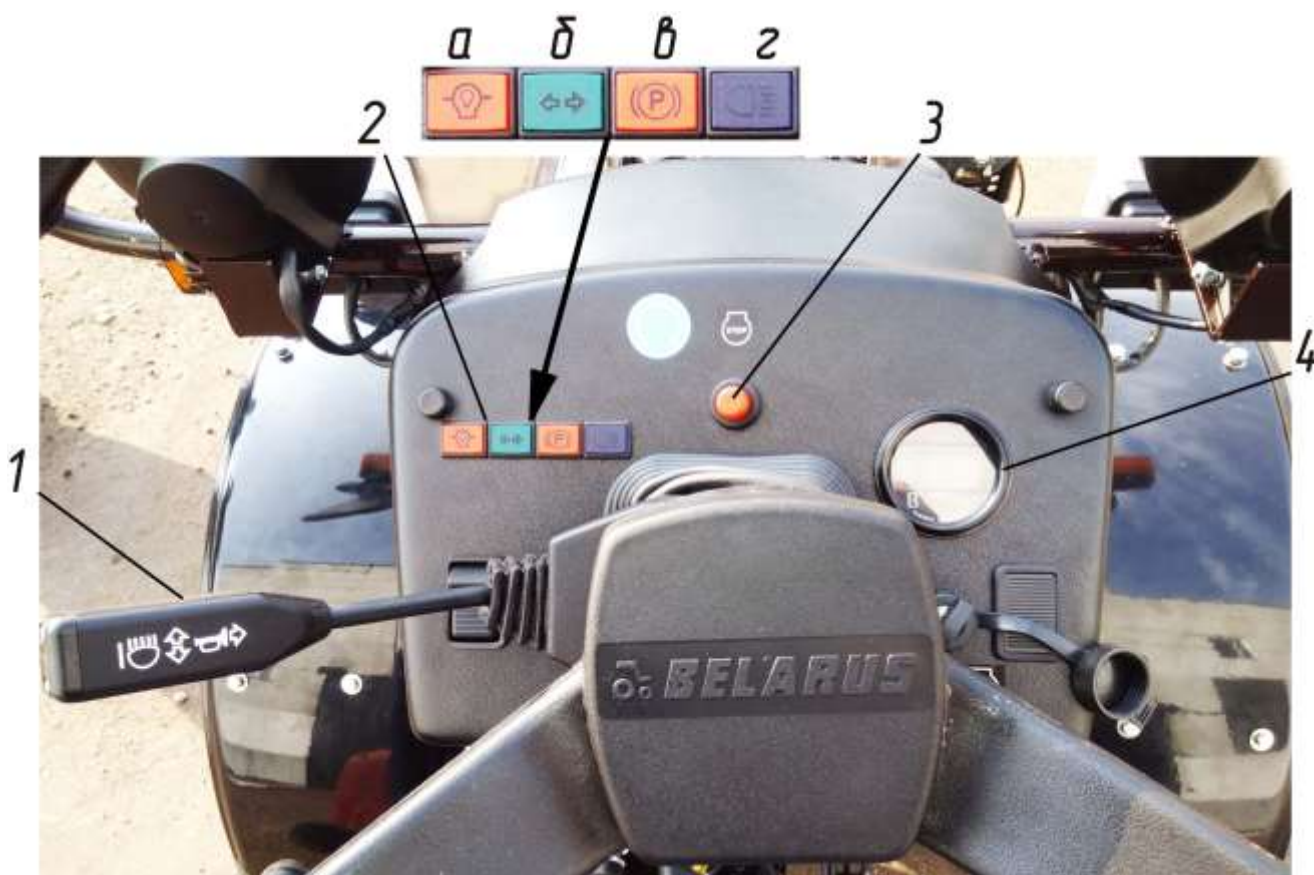

Рисунок 2.2.1 – Выключатели и переключатели щитка приборов
Подрулевой переключатель 1 (рисунок 2.2.1) обеспечивает включение указателей поворота, переключение света фар (ближний-дальний), сигнализацию дальним светом, звуковой сигнал:
В щитке приборов мини-трактора установлен блок контрольных ламп 2 (рисунок 2.2.1).
Принцип работы контрольных ламп (рисунок 2.2.1) следующий:
- индикаторы включения указателей поворотов мини-трактора (б) работают в мигающем режиме при включении подрулевым переключателем 1 (рисунок 2.2.1) сигнала правого или левого поворота, или при включении выключателя аварийной сигнализации 6 (рисунок 2.2.2);
При нажатии на кнопку остановки двигателя 3 (рисунок 2.2.1) двигатель прекращает работу.
Счетчик суммарного времени работы двигателя 4 (рисунок 2.2.1) предназначен для регистрации времени работы двигателя мини-трактора.